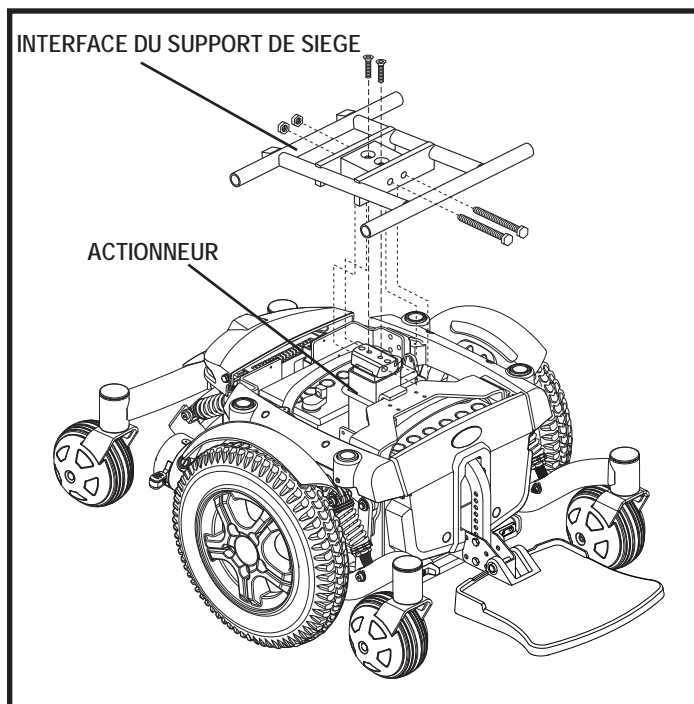

Figure 10. Actionneur du siège électrique éleveur
Voir la figure 10.
2. Insérez les vis de blocage dans l'actionneur et serrez bien. **Voir la figure 10.**